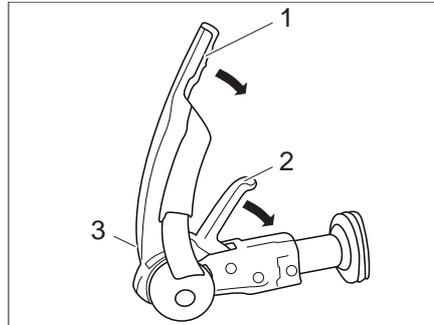

Bild 1 Sicherheitskupplung
- Stabilisierungshebel (Bild 1,1) bis zum Anschlag nach oben ziehen.
- Kupplungsgriff (Bild 1,2) nach oben ziehen.
- Zusätzlich den Kupplungsgriff (Bild 1,2) von Hand (nicht mit dem Fuß) nach unten drücken. Das Schließen und Sichern erfolgt automatisch.
- Sichtkontrolle durchführen: Der grüne Zylinder der Sicherheitsanzeige (Bild 1,3) muss sichtbar sein.
- Die Stabilisierungseinrichtung aktivieren. Dazu den Stabilisierungshebel (Bild 1,1) bis zum Anschlag nach unten drücken.